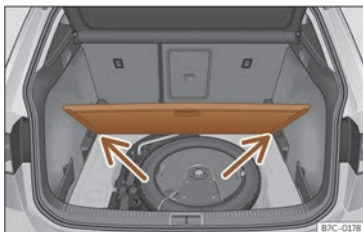

Fig. 162 Terra variable del maleter: posició inclinada.
- Recolzeu el terra sobre els espais previstos per a aquest ús >>> **fig. 162** (fletxes).